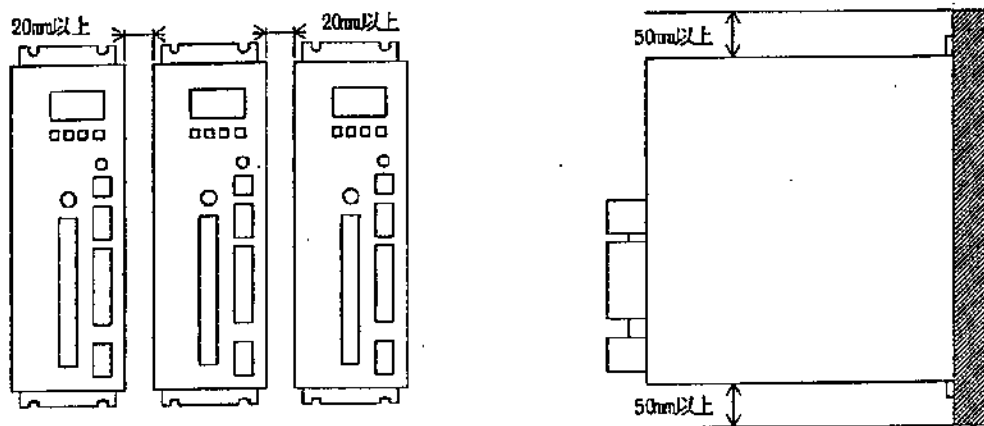

図3-3-1 コントローラの取付けと通気性
- (2) 放熱性、メンテナンス性からも上下、左右の空間は、他の装置、部品や制御盤壁面から上下各50mm、左右各20mm以上確保するようにして下さい。(図3-3-1, 3-4-1 参照)
- (3) コントローラは、パネル取付けまたは埋込み型としてご使用いただけます。